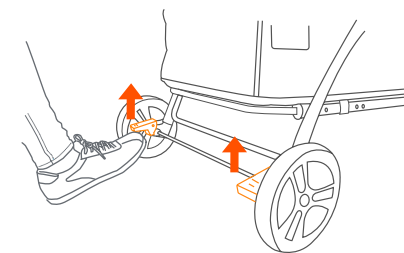

Fig. 11b
- To release, gently lift up on the brake lever (Fig 11b).
- Para soltarlos, levante suavemente la palanca del freno (Fig 11b).
- Pour dégager, soulevez légèrement le levier de frein (Fig 11b).